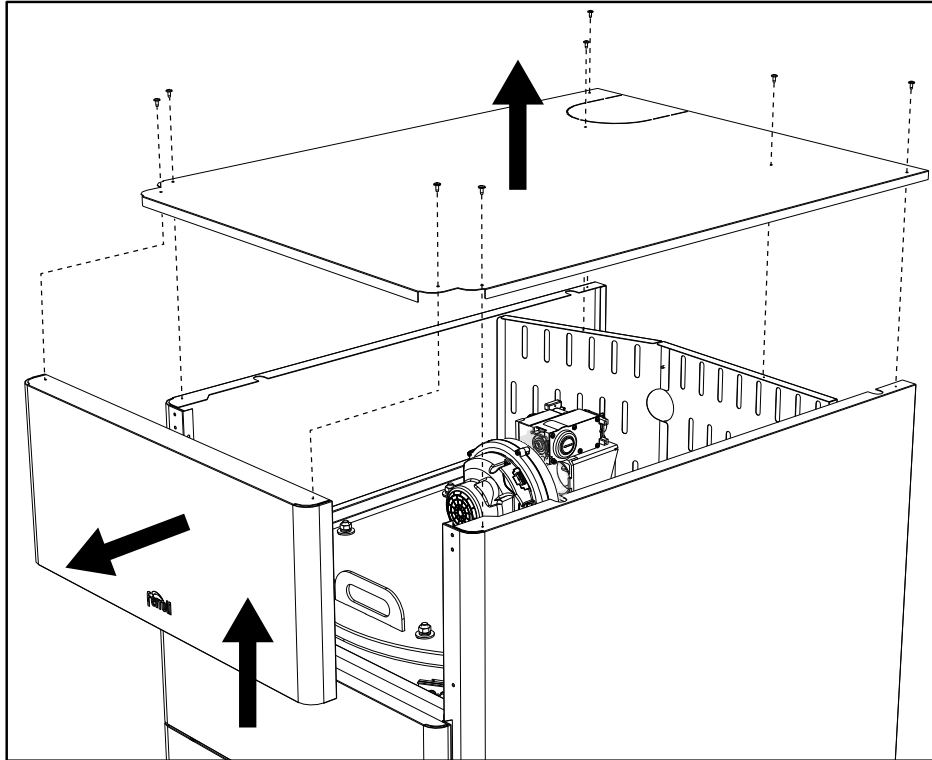

fig. 68
- Retirer le capot et le panneau avant (fig. 68).